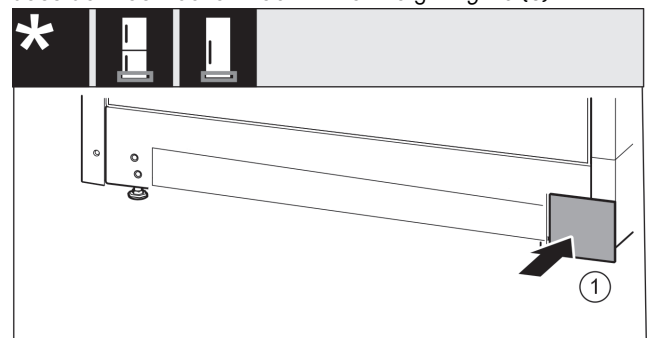

Fig. 17
- ▶ Abdeckung auf der anderen Seite wieder aufsetzen. Fig. 17 (1)